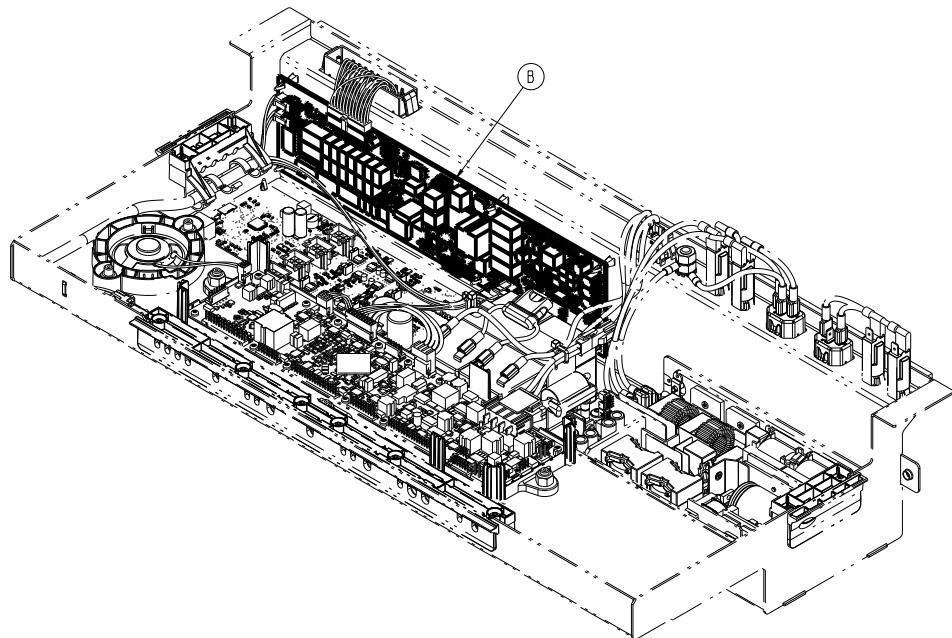

Figure 32 – Remplacement de la carte d'interface de la chambre
13. À l'aide d'une pince à becs fins, déclipser les huit cales de verrouillage qui fixent la carte d'interface de la chambre (B) à l'ensemble de boîtier électronique (Figure 32).